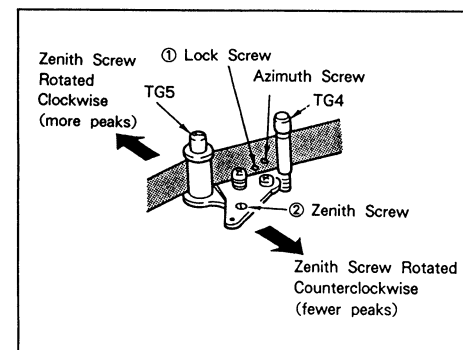

Abb. 2.34
- 1) Spielen Sie das Band zur Einstellung der Spurhaltung ab, drehen Sie TG4 und TG5 gegen den Uhrzeigersinn und sorgen Sie für einen freien Bandlauf auf der Ausgangsseite (siehe Abb. 2.34).